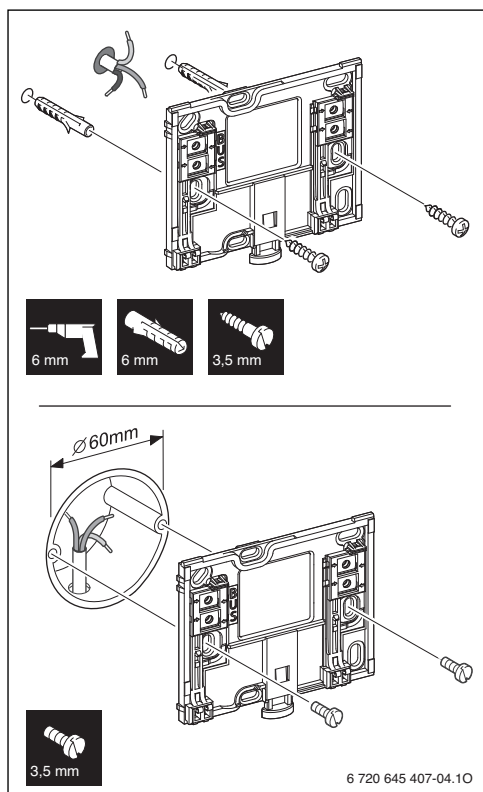

Fig. 5 Montaggio del basamento
- ▶ Montare il basamento per l'installazione a parete (→ fig. 5).